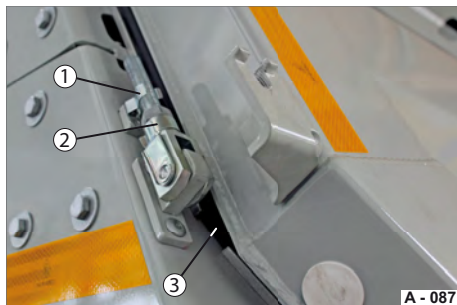

Abb. 30 Zusatz-Verriegelung, gesichert
- ▶ Stecken Sie den Gewindebolzen (Abb. 30/2) in die Klemmfeder (Abb. 30/1).
- ▶ Ziehen Sie den Hebel fest, sodass die Gummi-Dichtung (Abb. 30/3) anzieht. Die Heckklappe ist mit den Zusatz-Verriegelungen dicht angezogen.